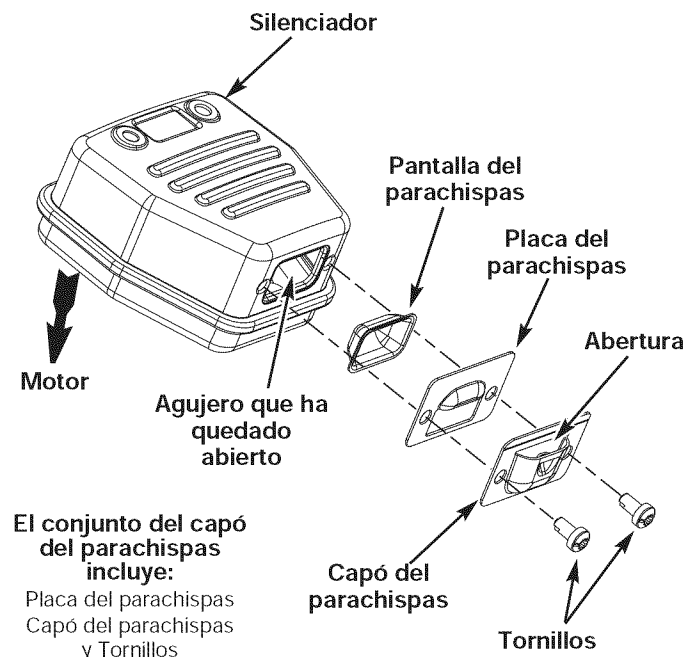

Fig. 22
2. Localice el silenciador, pero no lo quite. Busque los dos (2) tornillos en la parte inferior del silenciador (Fig. 22). Estos dos tornillos unen el conjunto de deflector de escape y la pantalla del parachispas a la parte inferior del silenciador. Quite los dos (2) tornillos usando una llave torx No. 20 o un destornillador plano.
6. Coloque la placa del parachispas encima del parachispas con el lado "levantado" hacia arriba mirando al motor (Fig. 22).
7. Coloque el capó del parachispas encima de la placa del parachispas con el lado "levantado" hacia arriba y la apertura mirando en dirección CONTRARIA al motor (Fig. 22). Asegúrese de que el escape se dirija en dirección CONTRARIA al motor.